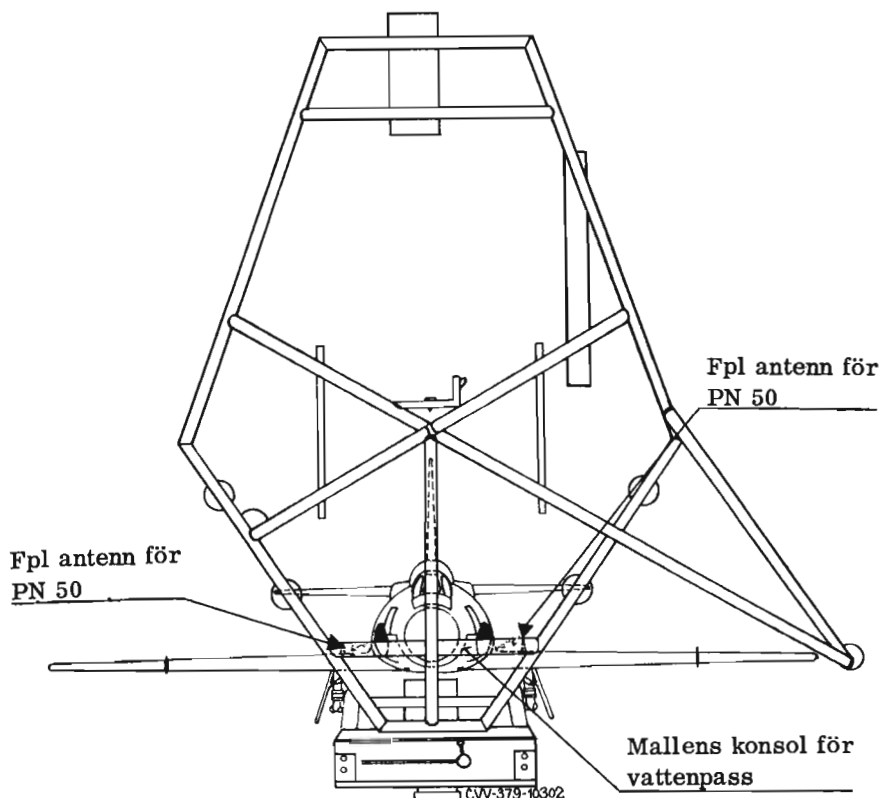

Bild 1. Inställning av inriktningsmall i rolled.
- . 1 Stå bakom inriktningsmallen och syfta över konsolen för vattenpass mot antennerna för PN 50, bild 1.